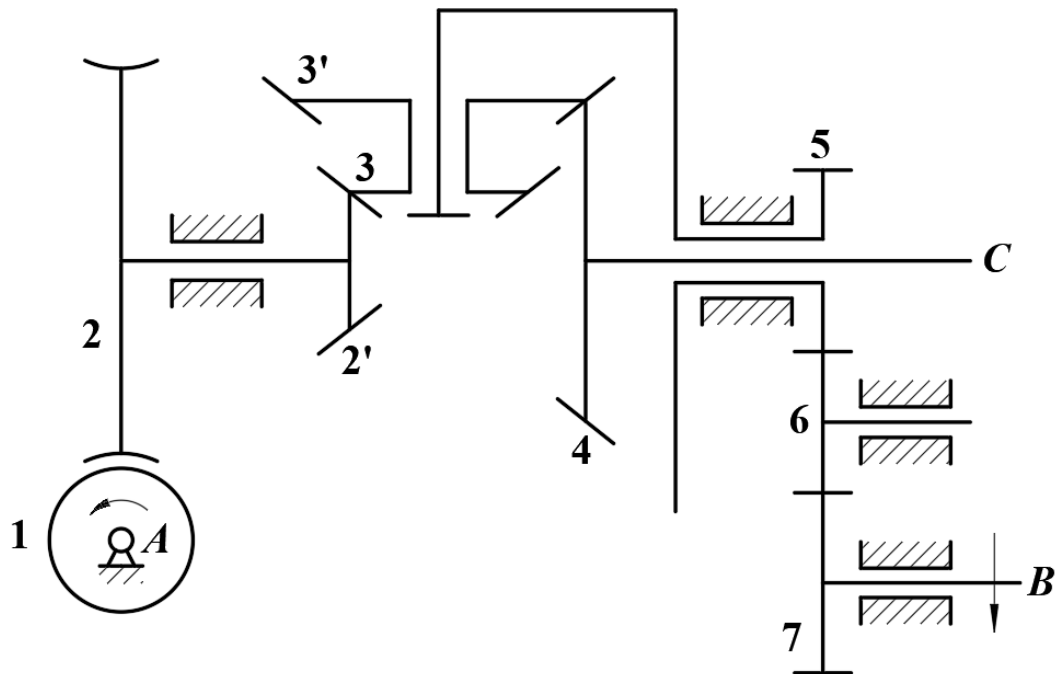

图 2.1
2.1 在图2.1所示的轮系中，1为单头右旋蜗杆，运动方向如图所示。已知各轮齿数： $z_2 = 40$ ， $z_{2'} = 32$ ， $z_3 = 30$ ， $z_{3'} = 40$ ， $z_4 = 64$ ， $z_5 = 32$ ， $z_6 = 17$ ， $z_7 = 24$ 。